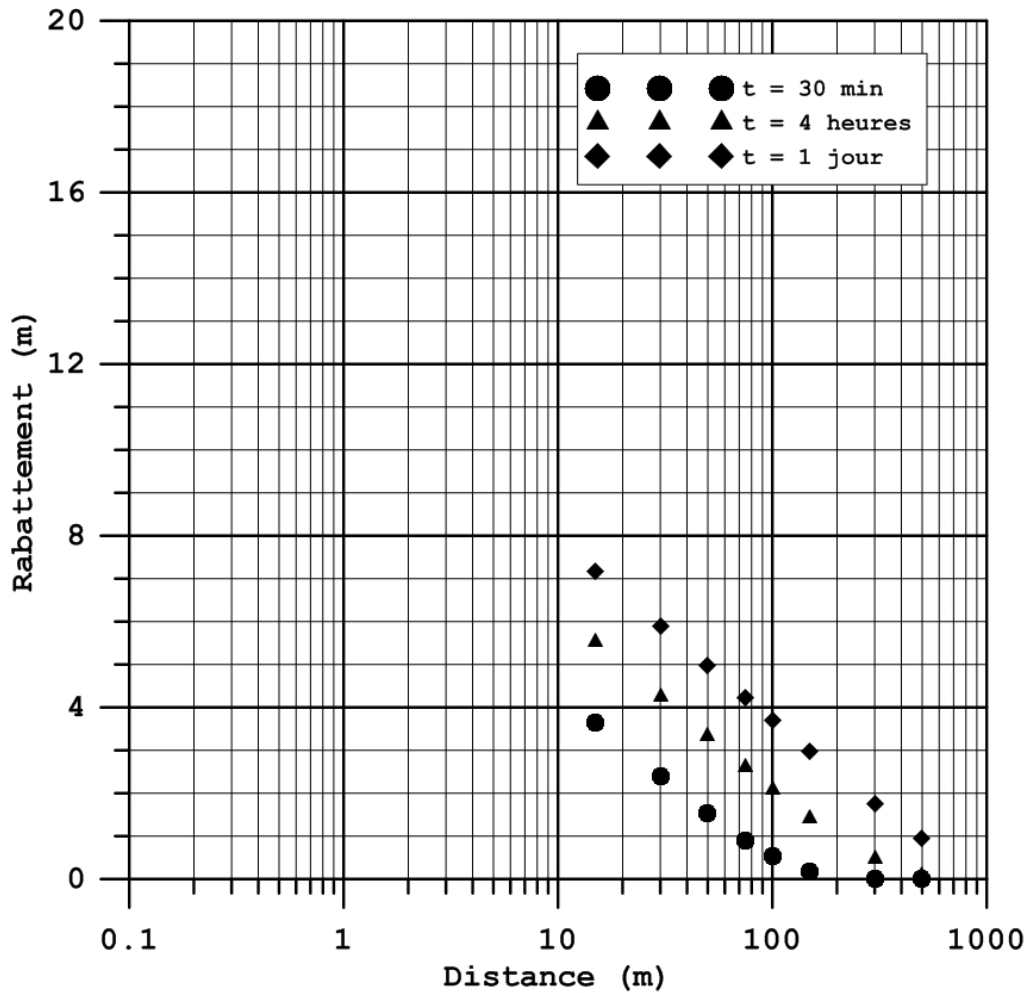

Figure 4. Observation du rabattement en fonction de la distance après 30 minutes, 4 heures et 1 jour.
4) (20 points) Au cours d'un essai de pompage dans une nappe captive, on a observé les rabattements dans plusieurs puits d'observation à différentes distances du puits de pompage. Le taux de pompage durant l'essai était de $2 \text{ m}^3/\text{min}$ et le rayon du puits de pompage est 0.15 m . Le Tableau 1 indique les mesures de rabattements faites dans les différents puits après 30 minutes, 4 heures et une journée. La Figure 4 illustre ces rabattements.